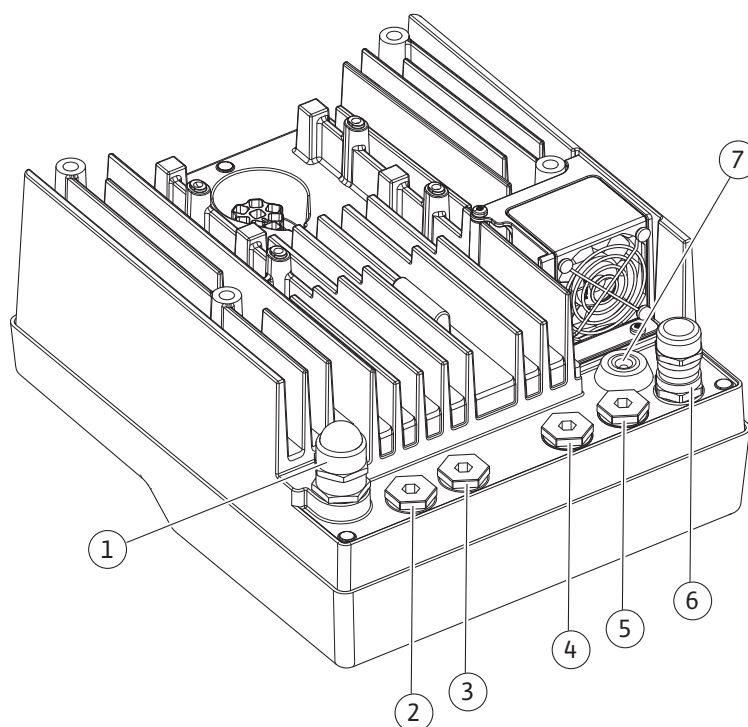

Fig. 10: Pressacavi/allacciamenti cavo
- Modulo CIF del sistema di automazione degli edifici (comunicazione via bus): La schermatura viene collegata al modulo elettronico con il passacavo (Fig. 10).
4. Inserire il cavo di collegamento attraverso il pressacavo M25 (Fig. 10, pos. 1). Serrare il pressacavo con la coppia prescritta.